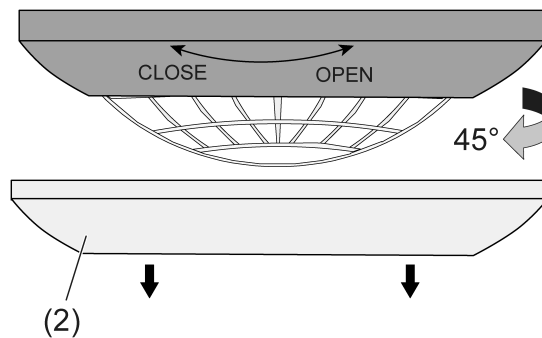

Bild 2: Sensor von Bodenplatte lösen
- Zierring (2) abziehen (Bild 2).
- Den Sensor ca. 45° in Richtung **OPEN** drehen, um ihn von der Bodenplatte zu lösen (Bild 2).
- Bodenplatte mit Schrauben (1) an der Decke befestigen.
- Zierring (2) abziehen.